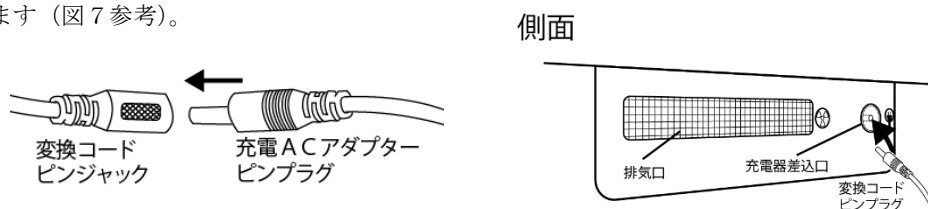

図7
- ② 付属の充電ACアダプターのピンプラグを変換コードのピンジャックに差し込んで接続してください。続いて、変換コードのピンプラグを本機の充電器差込口へ、充電ACアダプターのプラグをAC100Vコンセントへ奥まで確実に差し込むと充電が開始します（図7参考）。